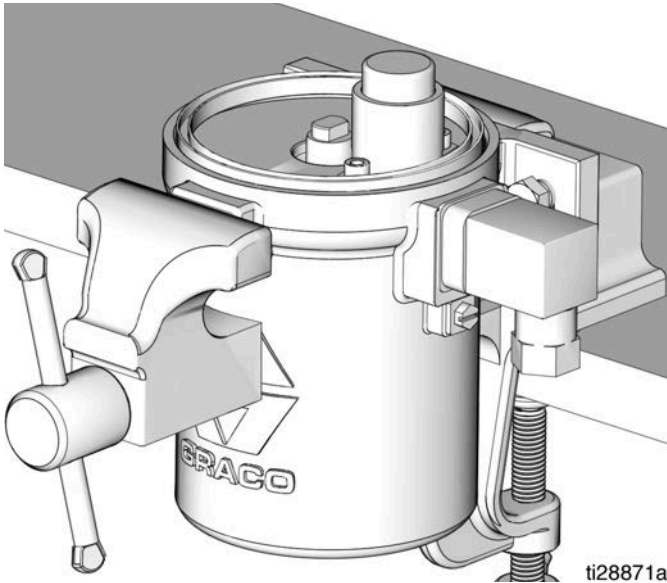

ABB. 36
12. Den Luftmotorzylinder so in den Schraubstock spannen, dass die Oberseite des Luftmotorzylinders erreicht werden kann, wie gezeigt in ABB. 36.